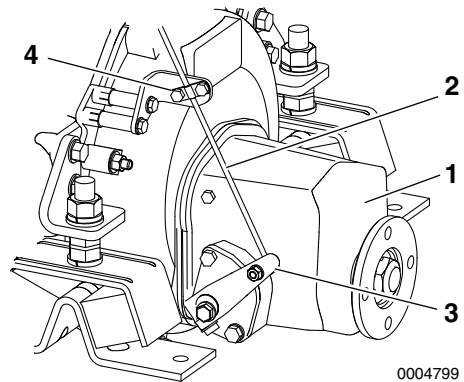

Figure 5
1. Vérifiez que le levier de commande (**Figure 5, (3)**) se déplace vers la position correcte lorsque vous déplacez la poignée de la commande à distance du câble sur NEUTRE, AVANT et ARRIÈRE.
- Utilisez la position NEUTRE comme norme pour le réglage. Lorsqu'il y a un écart, desserrez le support **(Figure 5, (4))** du câble de la commande à distance sur le côté le l'embrayage et réglez.